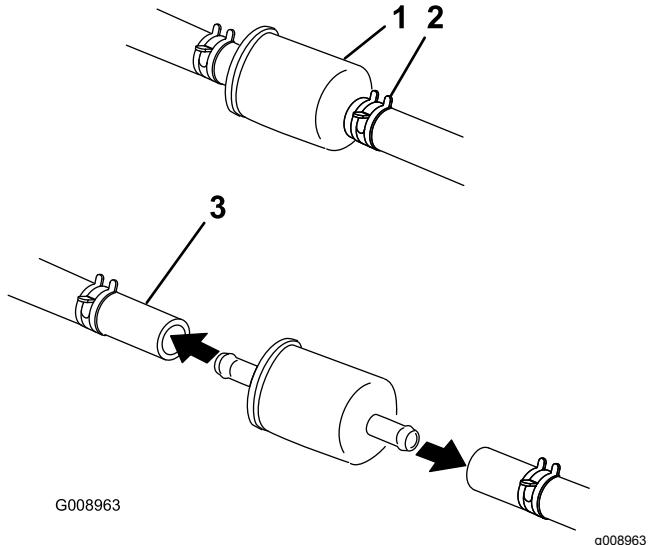

Figure 54
4. Fermez le robinet d'arrivée de carburant sous le siège (Figure 54).
| 5. Pincez les extrémités des colliers et éloignez les colliers du filtre (Figure 54). | |
| 7. Posez un filtre neuf et rapprochez les colliers de fixation du filtre (Figure 54). | |